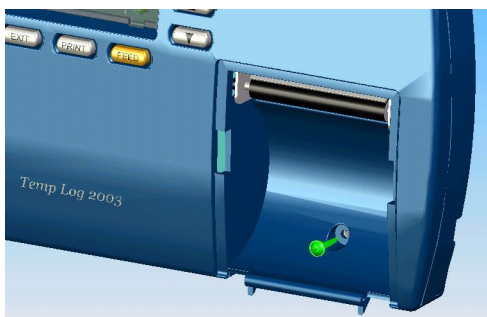

Figura 5 : Fijación de la unidad al soporte
4. Apretar un tornillo a través del agujero situado debajo del rollo de papel para asegurar la sujeción del VLT al soporte según se indica en la figura 5.